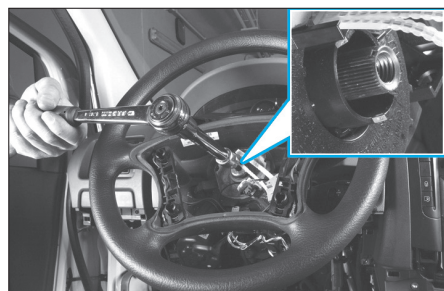

Fig. 21
- Déposer la vis centrale (Fig.21).